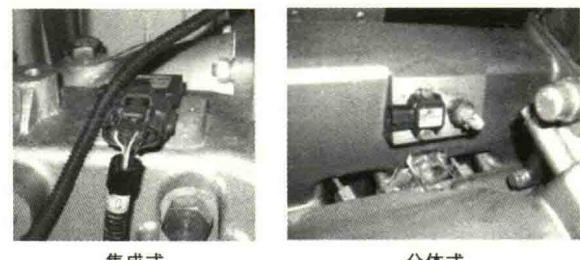

图2-5 传感器外观(3)
- ① 霍尔式。
- ② 工作电压： $6 \sim 16\text{V}$ ,  $16 \sim 24\text{V}$ 持续时间 $\leq 2\text{min}$ 。
- ③ 工作电流： $\leq 10\text{mA}$ 。
- ④ 绝缘电阻： $\geq 1\text{M}\Omega$ 。
- ⑤ 工作温度： $-40 \sim +150^\circ\text{C}$ 。
- ⑥ 探测距离气隙范围： $0.1 \sim 1.8\text{mm}$ ；标称气隙： $1\text{mm}$ 。
#### (2) 增压压力/进气温度传感器(见图2-5)
- ① 类型：集成式/分体式。
- ② DELPHI系统：2007年9月前，增压压力+进气温度(分体式)；